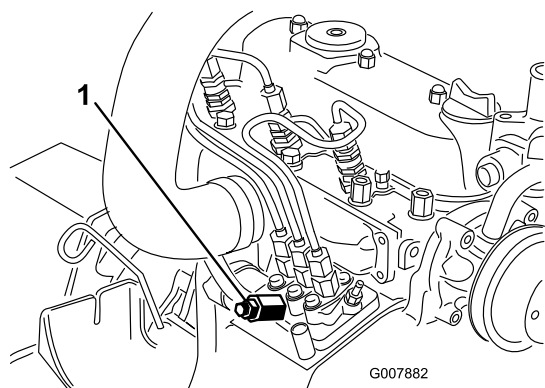

図 36
3. 燃料噴射ポンプについているエア抜きねじの下にウェスを敷いてねじをゆるめる 図 36。